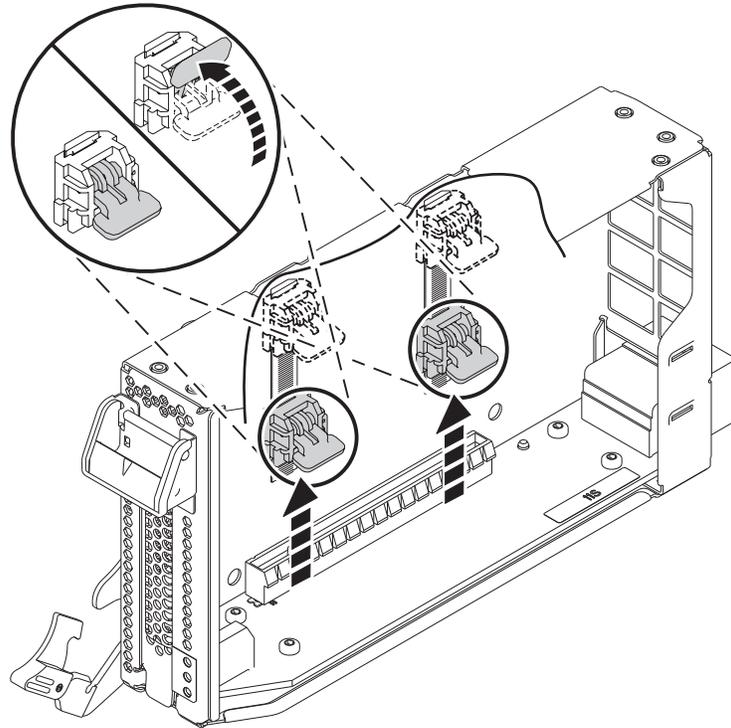

Figura 28. Desbloquear os trincos da cassete
- a. Desbloqueie ambos os trincos da cassete rodando-os como é mostrado na Figura 28 na página 29.
- b. Empurre para cima os trincos da cassete na direcção da extremidade superior da cassete, tal como é mostrado na Figura 28 na página 29.